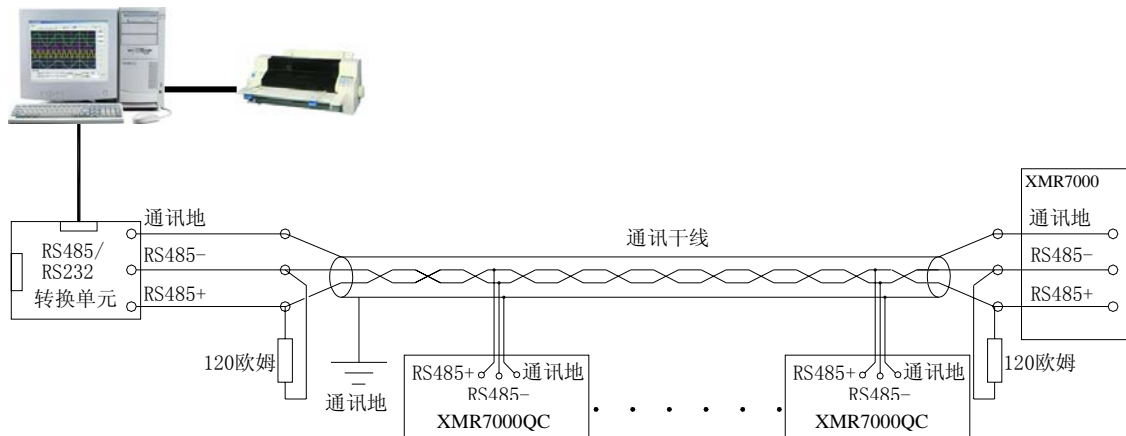

图 9.1 RS-485 通信接线方法
- ◆ XMR7000QC中长图无纸记录仪的RS-485通讯线采用三类屏蔽双绞线，其一端通过RS-232/485转换模块接到计算机的串行通信口，另一端接到记录仪端子板上的三个通讯端子上，其连接方式如图9.1所示：